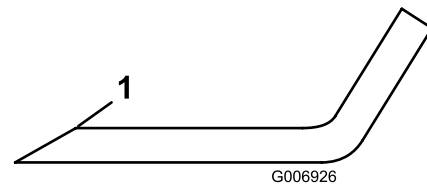

Bild 70
3. Untersuchen Sie die Schnittkanten aller Messer. Schärfen Sie alle stumpfen und ausgekerbten Schnittkanten. Schärfen Sie nur die Oberseite der Schnittkanten und behalten dabei den ursprünglichen Schnittwinkel bei, um die Schärfe des Messers zu gewährleisten (Bild 70). Das Schnittmesser behält seine Auswuchtung bei, wenn von beiden Schnittkanten die gleiche Materialmenge entfernt wird.